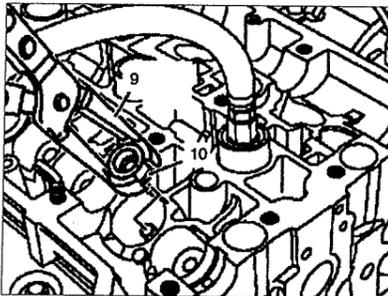

Рис. 2.42. Снимите сальник стержня клапана с помощью плоскогубцев.
9. Снимите сальник стержня клапана 1 с помощью плоскогубцев 9 (см.рис.2.42).